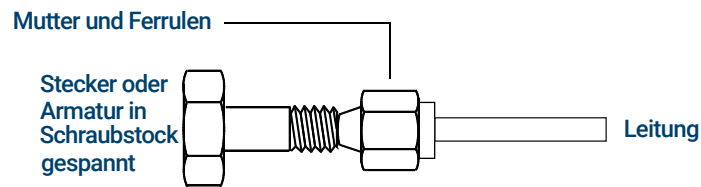

Abbildung 53. Montage der Armatur
- 3 Schieben Sie die Leitung in den Edelstahlstecker. Siehe **Abbildung 53**.